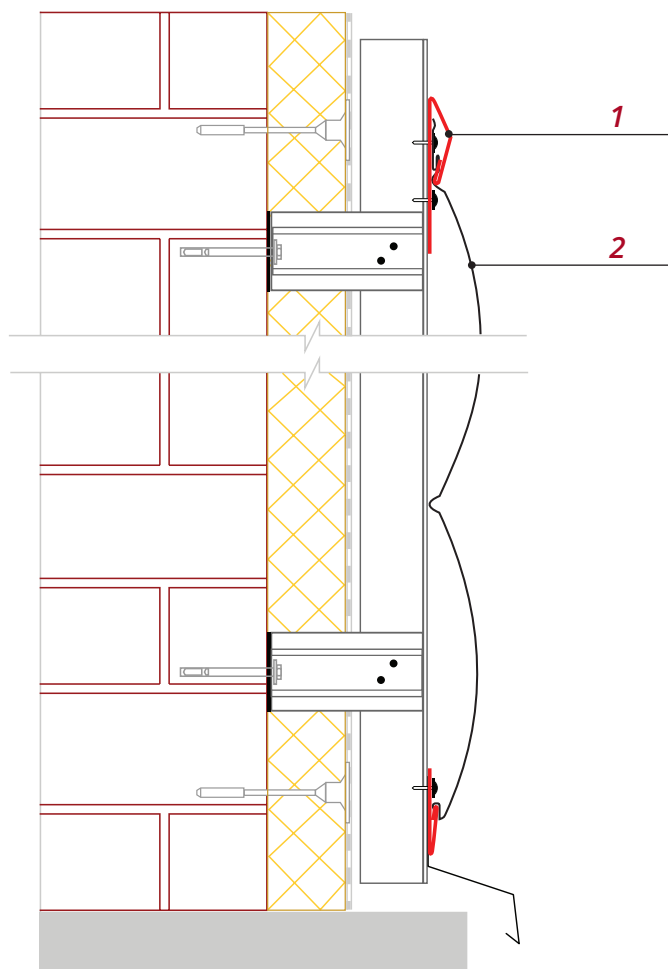

Рис. 24
- Закрепите Финишную планку **1** так, чтобы верхняя панель была без зазоров надежно закреплена между планкой и предыдущей панелью (рис. 24).